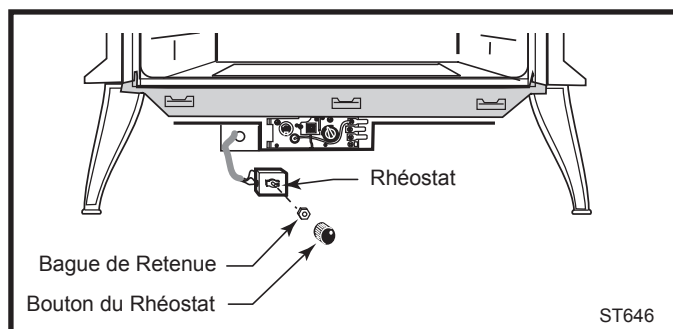

Fig. 18 Fixez le rhéostat du ventilateur.
- L'interrupteur de commande du rhéostat se fixe au côté gauche du support de distributeur situé à l'avant de l'appareil. (Fig. 18)